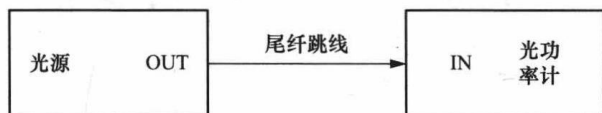

图 1-1 光源功率测试方法（一）
- (1) 检验方法一：用待测光纤连接发送端口的发送功率减去接收端口的接收功率，即得到待测光纤的衰耗。
- (2) 检验方法二：首先用一根尾纤跳线（衰耗小于 0.5dB）连接光源和光功率计，光功率计记录下此时的光源发送功率，见图 1-1。